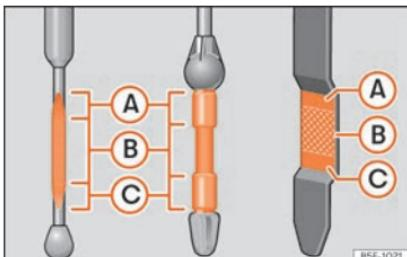

Fig. 199 Varilla de medición del nivel de aceite.
- A continuación, vuelva a extraerla y compruebe el nivel de aceite ➤ **fig. 199**. En caso necesario, reponga aceite del motor.
- Cuando el nivel de aceite alcance como mínimo la zona »» fig. 199 (B), enrosque el tapón de la boca de llenado con cuidado »» ①.
Si el nivel de aceite se encuentra por encima de la zona »» fig. 199 (A), no arranque el motor. Puede causar daños en el motor y en el catalizador. Informe a un taller especializado.
El nivel de aceite no deberá estar en ningún caso por encima de la zona »» fig. 199 (A).